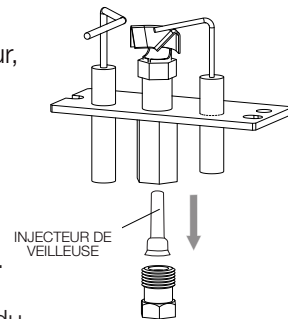

Fig. 3
- ❑ 12. Retirez les deux vis qui maintiennent la veilleuse en place. À l'aide d'une clé à molette, retirez le tube de la veilleuse de la partie inférieure de la veilleuse (Fig. 3). Retirer l'orifice de la veilleuse et le remplacer par celui fourni. Fixer à nouveau le tube de la veilleuse et la veilleuse sur le support.